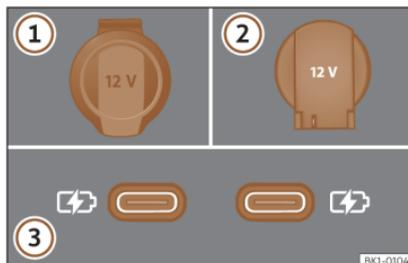

Fig. 125 Tomas de corriente de 12 voltios del vehículo.
>>> fig. 125.
En función del equipamiento y del país, el vehículo puede disponer también de conectores USB con función **exclusivamente de carga o toma de corriente**>>> fig. 125 ③.